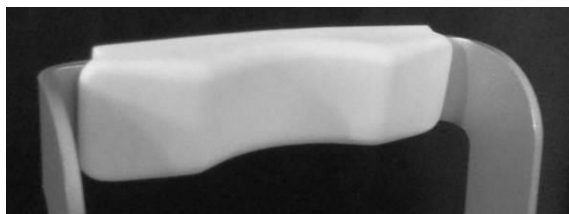
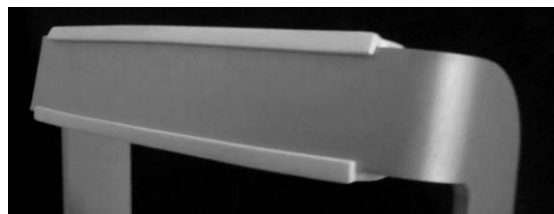

Fig. 7 – Poggia-fronte, lato paziente
Fig. 8 – Poggia-fronte, lato posteriore
- installare il poggia-fronte in silicone (collocato nella scatola accessori) sulla cornice poggia-fronte, come illustrato nelle immagini seguenti (Fig. 7 e Fig. 8) **[presente solo nella 2013 Edition]**;